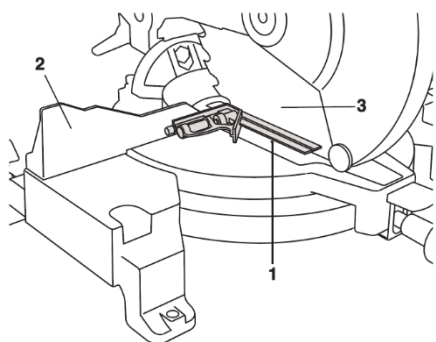

Fig.10
2. Tenez une équerre combinée 1 contre le guide 2 et à côté de la lame 3 (Figure 10). Évitez de toucher les dents de la scie avec l'équerre. Le jeu dans les dents de la lame maintiendra l'équerre éloignée de la lame . La lame doit toucher toute la longueur du carré.